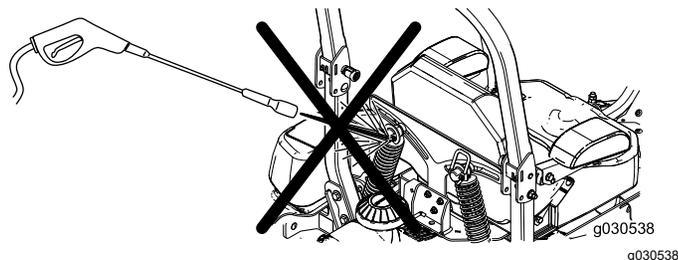

Figura 108
**Nota:** No limpie los conjuntos de choque con agua a presión (Figura 108).